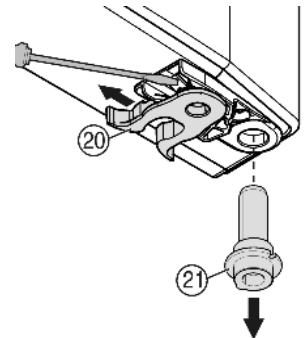

Fig. 9
- ▶ Pružinovú zvierku Fig. 9 (20) premiestnite: Zaisťovací jazýček potlačte nadol, ponad ňu stiahnite pružinovú zvierku.
- ▶ Ložiskový čap Fig. 9 (21) vytiahnite z puzdra dverí a spolu s podložkou nasadte na opačnej strane. Zaisťovací jazýček musí smerovať na vnútornú stranu dverí, drážka na vonkajšiu stranu.
- ▶ Dvere dolu zasuňte a ložiskový čap Fig. 9 (21) nasadte do ložiskovej konzoly. Prípadne ložiskový čap potočte tak, aby mohol zaklapnúť.